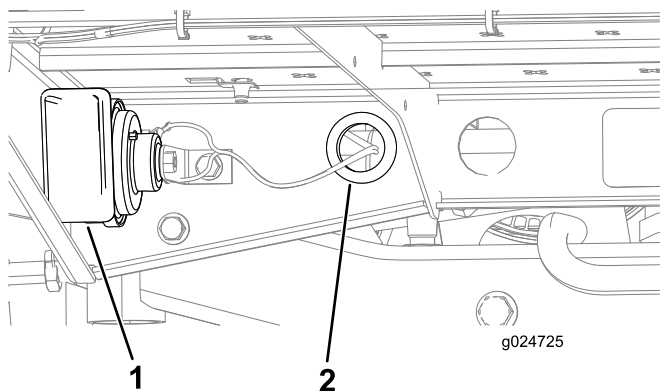

図 30
1. 後部アングルプラットフォームの穴についているグロメットハトメにワイヤハーネスを通してホーンへ導く 図 30。